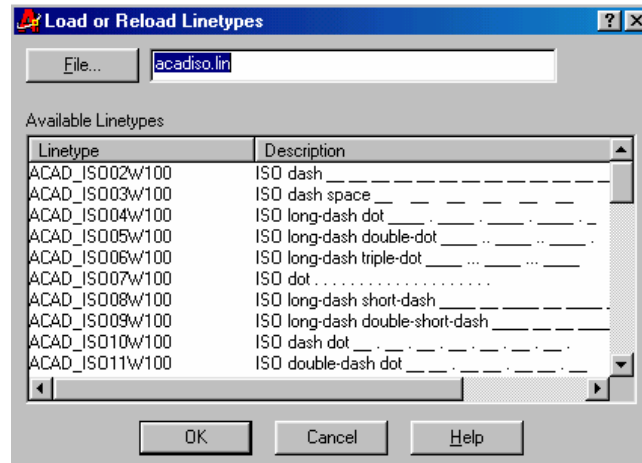

Figura 4.4 – Janela Select Linetype
6. Aparecerá uma outra janela: *Load or Reload Linetypes* (figura 4.4). O ideal é, nesse momento, carregarmos todos os tipos de traço a serem utilizados no desenho. Para tanto, basta lançarmos mão da barra de rolagem lateral para essa escolha. Com o botão *Ctrl* acionado, pressionamos o cursor sobre o nome de cada linha que iremos usar. Depois de havermos escolhido todos os tipos de linha desejados, pressionamos OK. O programa retornará à janela *Select Linetype*. Escolhemos o tipo de traço *contínuo* para o layer *verde contínuo* e damos